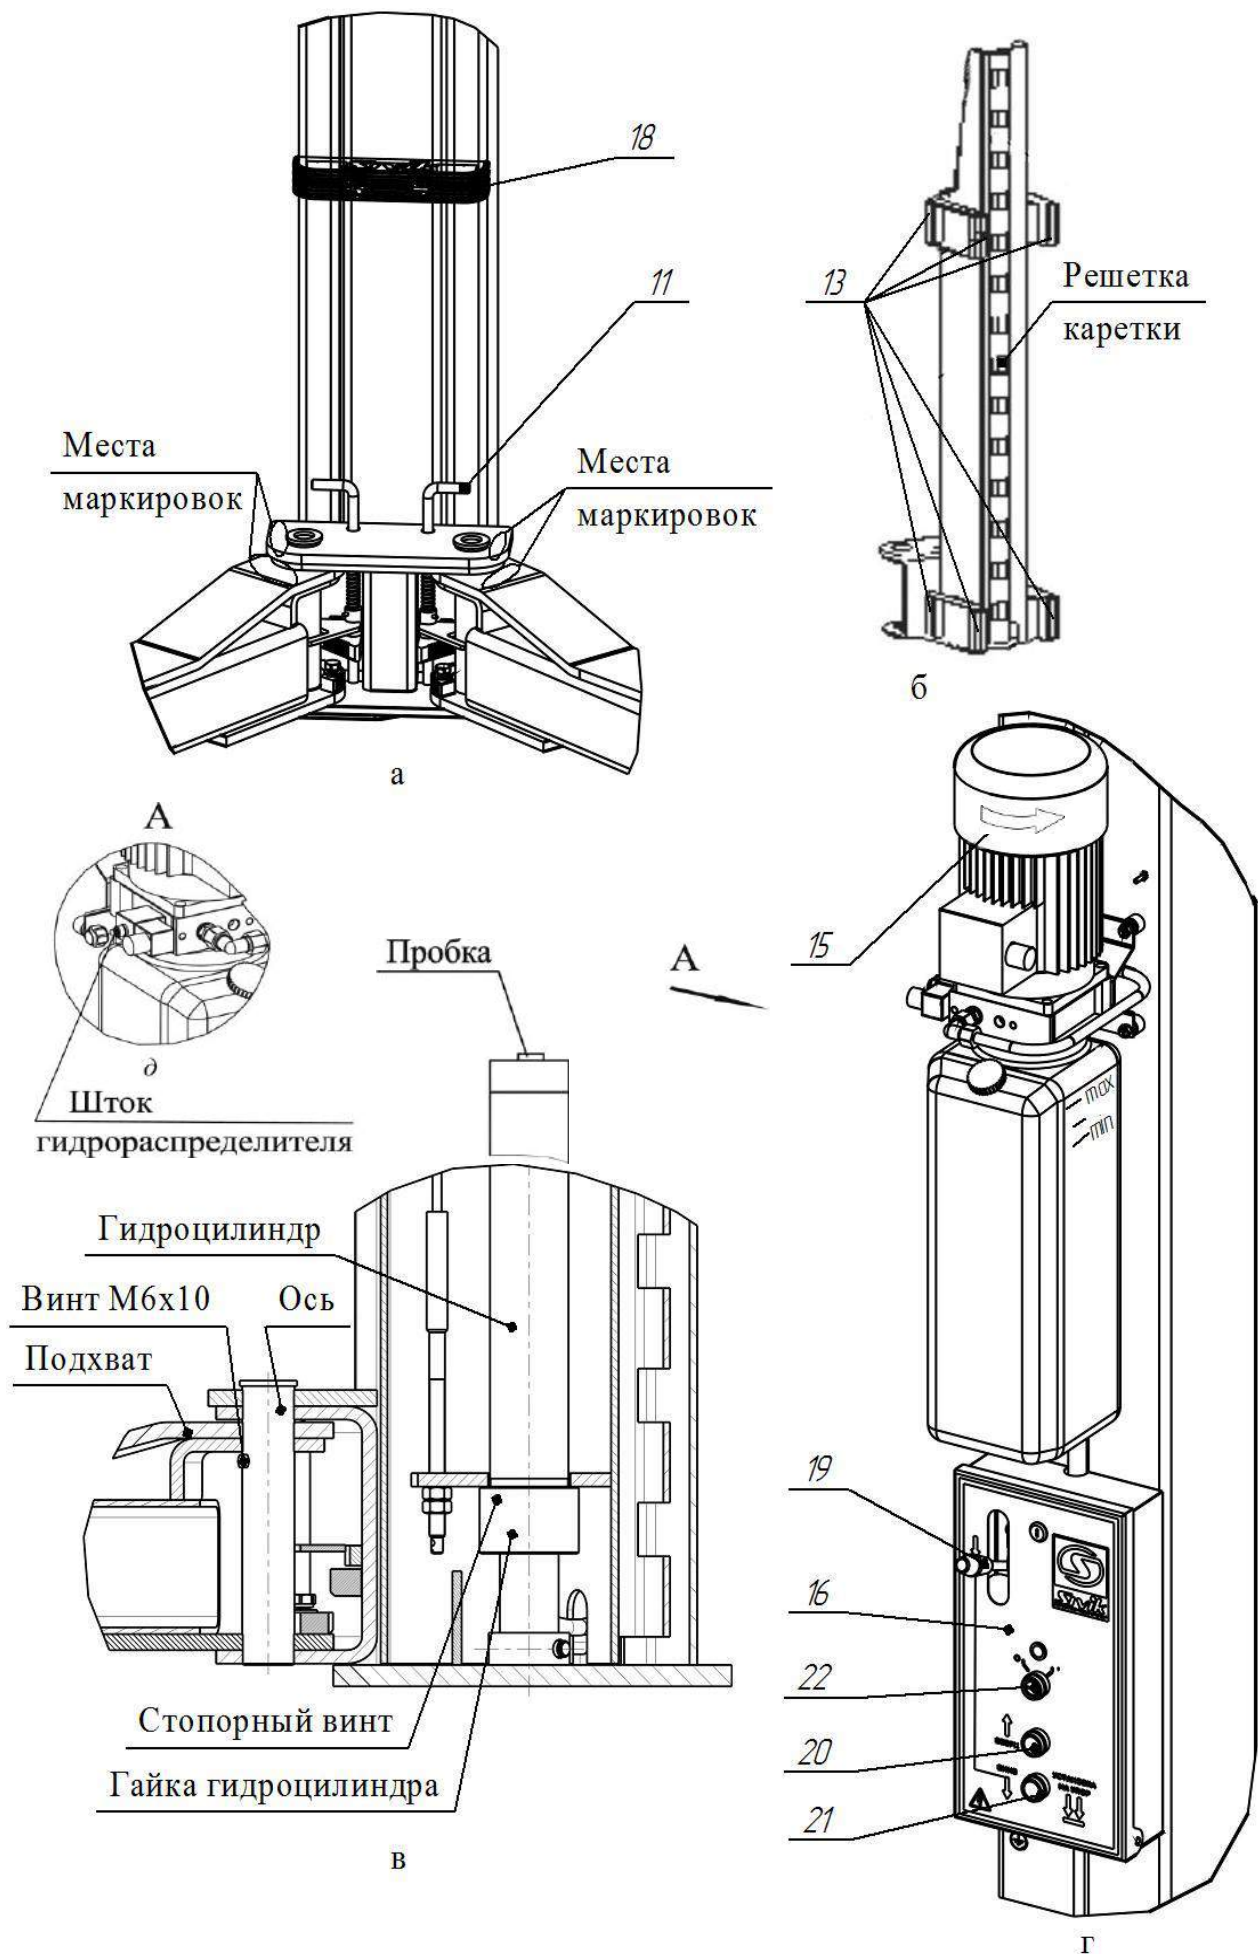

Рисунок 2 – Виды подъёмника
Подъемник (см. рисунок 1) состоит из двух стоек коробчатого сечения - правой 1 и левой 2, соединенных между собой переключателем 3. В стойках размещены каретки 4 с закрепленными на них поворотными телескопическими подхватами 5 и 6 разной длины. На концах подхватов 5, 6 установлены опоры 7, втулки резьбовые 8, втулки 9, 10, фиксируемые болтом М8х16. Подхваты фиксируются стопорными устройствами 11 (см. рисунок 2а), автоматически срабатывающими при подъеме автомобиля. При опускании кареток 4 в крайнее нижнее положение происходит автоматическое расстопорение подхватов 5 и 6. Каретки 4 приводятся в движение гидравлическими цилиндрами, установленными внутри стоек. Подъемник снабжен системой 12 тросовой синхронизации движения кареток 4.
Каждая каретка 4 (см. рисунок 2б) снабжена полиамидными ползунами 13, скользящими по беговым дорожкам стоек 1 и 2. Каретки фиксируются на требуемой высоте стопорами-защелками 14 (см. рисунок 1), закрепленными на стойках 1,2 и входящими в зацепление с решетками на каретках 4.
На правой стойке (см. рисунок 2г) размещена насосная станция 15 с пультом управления 16. Внутри насосной станции 15 находится клапан предохранительный, предотвращающий перегрузку в гидросистеме. Клапан предохранительный настроен на заданное давление и опломбирован.
Для предотвращения повреждения дверей автомобиля (при открывании) на каретки 4 установлены накладки 18, фиксируемые винтами М8х30, шайбами 8Г и шайбами 8 (см. рисунок 1 и рисунок 2а).
Управление подъемником осуществляется рычагом 19 (см. рисунок 2г) и двумя кнопками 20 и 21, установленными в пульте управления 16. Рычагом 19 осуществляется расстопорение кареток 4, а кнопками 20 и 21, подъем (кнопка 20) и опускание (кнопка 21) кареток 4.
ВНИМАНИЕ! Перед сборкой проверить затяжку гаек гидроцилиндров и стопорных винтов (см. рисунок 2в).
Для того чтобы проверить срабатывание упругой тяги 31, необходимо одному человеку прижать рукой защелку 14 к стойке 2, а другому повернуть рычаг 19 (см. рисунок 2г) вниз. Упругая тяга 31 должна вытянуться на полный ход штока 30.
При повороте рычага 19 вниз (см. рисунок 2г), защелка на левой стойке должна отвестись, так же как отвелась защелка на правой стойке. При повороте рычага 19 вверх (рычаг 19 должен удерживаться в верхнем положении пружиной), защелки на левой и правой стойке должны вернуться в исходное положение. Регулировка проводится выборкой слабины тросика 23 и обжатием петли от вытягивания зажимом 29.
6.9 Открутить пробку бака насосной станции 15 и залить масло (около 12 л) до верхней метки «МАХ» (см. рисунок 2г). Уровень масла контролировать визуально. Установить пробку бака на место.
- кратковременным нажатием на кнопку 20 (двигатель должен работать, вращение крыльчатки по стрелке на кожухе эл. двигателя, а из бака должно убывать масло, см. рисунок 2г).
- отвернуть пробки у каждого гидроцилиндра на один оборот (см. рисунок 2в)
6.13 Подхваты 5, 6 установить согласно маркировки как представлена на рисунке 2а и зафиксировать осями к кареткам 4 стоек (см. рисунок 2в). Оси фиксировать винтами М6х10. Допускается разновысотность подхватов до 10 мм. Убедитесь, что подхваты фиксируются стопорными устройствами 11.